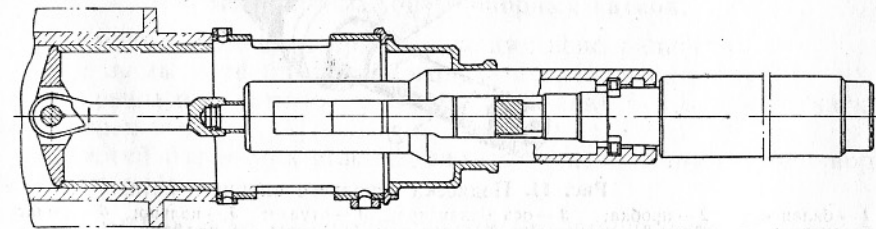

Рис. 13. Установка приспособления УК-10А для запрессовки наружной втулки балансира
6. Вынуть из кронштейна балансир 4 переднего катка, гайку 2, шайбу 1, рычаг 3 и регулировочные кольца 5. Снять регулировочные кольца 6 с оси балансира. При необходимости с помощью приспособлений УК-10А и УК-17 запрессовать (рис. 13, 14) из кронштейна наружную и внутреннюю втулки балансира.
5. При необходимости выпрессовать (рис. 13, 14) втулки балансиров с помощью приспособлений УК-10А и УК-17.